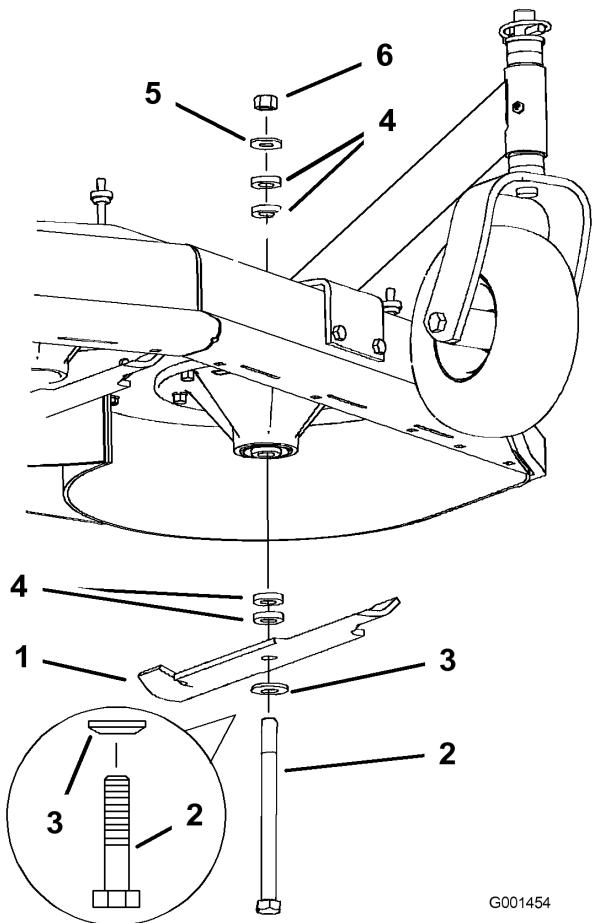

Figura 58
2. Retire la tuerca, el perno de la cuchilla, la arandela curva, la cuchilla, los espaciadores, y la arandela fina del eje (Figura 58).
- Instale el perno, la arandela curva y la cuchilla. Seleccione el número correcto de espaciadores para la altura de corte deseada, y deslice el perno dentro del eje (Figura 58).
- Instale los espaciadores restantes, en su caso, y sujetelos con una arandela fina y una tuerca (Figura 58).